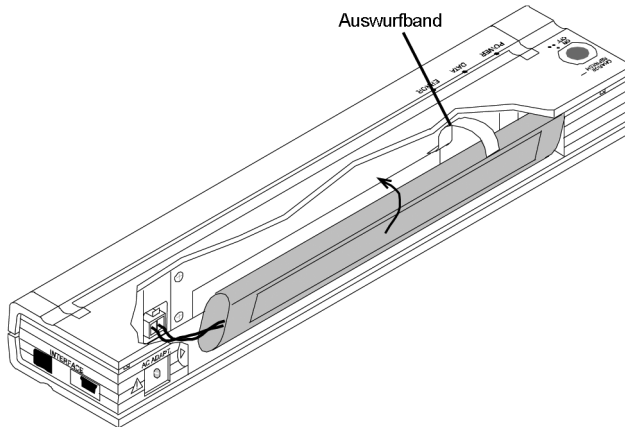

Abbildung 12. Einlegen des Akkus in das Akkufach
4. Halten Sie das Auswurfband fest, das im Inneren des Akkufachs angebracht ist. Siehe Abbildung 12.